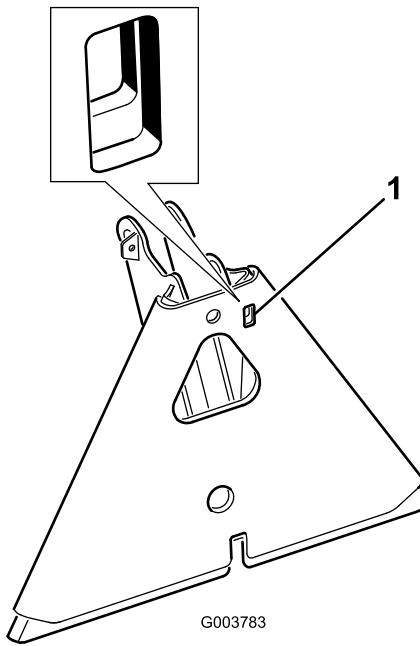

図 18
**注** アタッチメントのアダプタがトラクションユニットのアダプタに引っかかつてしまふ時は、バールやドライバーなどをスロットに差し込んで外してください（図18）。